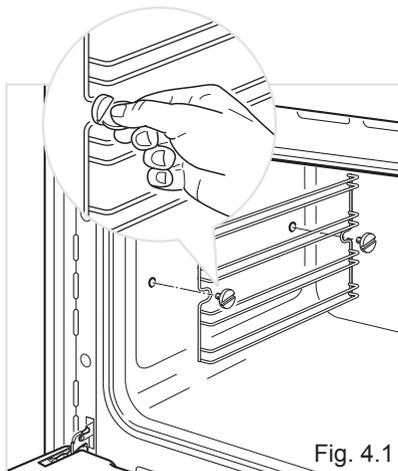

Fig. 4.1
- Montare i telai laterali fissandoli alle pareti del forno con 2 viti (Fig.4.1).
- Avvitare i telai laterali alle pareti del forno (Fig. 4.1).